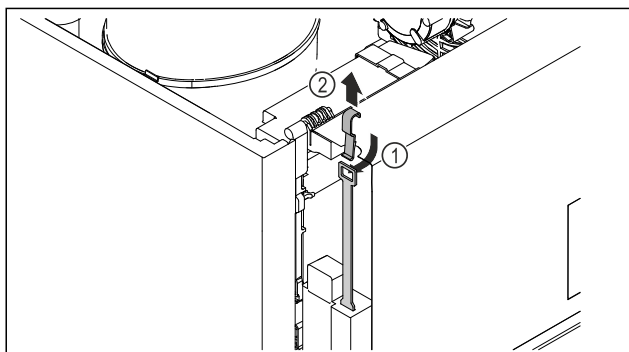

Fig. 211
- Iebīdīet ārkārtas atslēgšanas atslēgu Fig. 211 (1) no augšas, ieāķējiet slēdzenē un pavelciet uz augšu Fig. 211 (2).